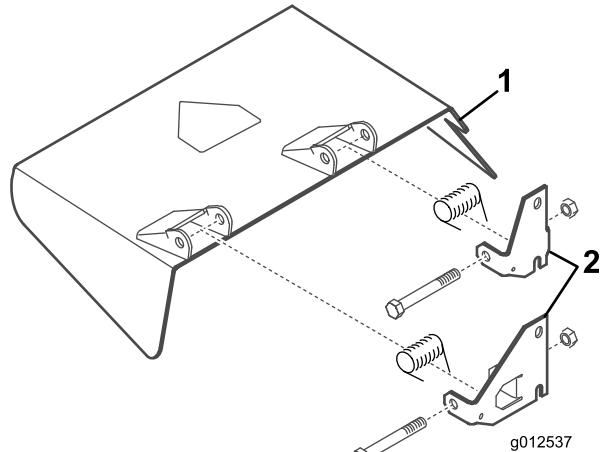

図8
4. 先ほど取り外したボルト、ロックナット、スプリングを使用して、新しいピボットブラケットをデフレクタマウントに取り付ける図8。ブラケットはピボット動作できなければならぬので、ナットを締め付け過ぎないようにすること。側方排出で使用する時のためにこのアセンブリを保管する。